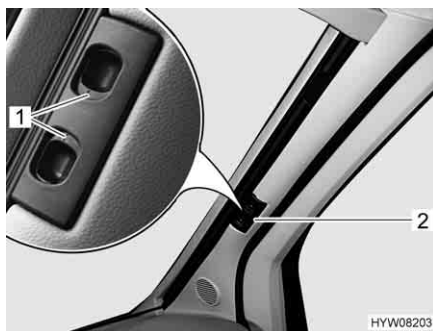
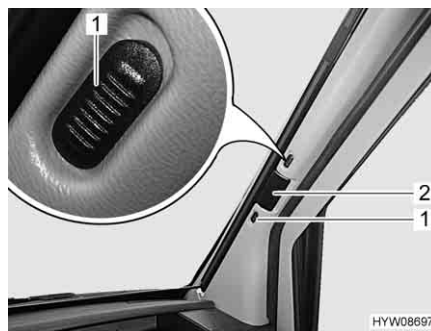

Fig. 20 Tendina oscurante pieghevole (parabrezza, Fiat)
Fig. 21 Tendina oscurante pieghevole (parabrezza, Mercedes-Benz)
- Premere e tenere premute le levette di bloccaggio (Fig. 20,1) o spostare verso l'alto o il basso i bottoni di bloccaggio (Fig. 21,1) (punto rosso = aperto).
- Tirare la tendina oscurante pieghevole del parabrezza per la maniglia (Fig. 20,2 o Fig. 21,2) verso il centro della finestra.
- A seconda del tipo di tendina oscurante, premere e tenere premute le levette di bloccaggio (Fig. 21,1).
- Tirare verso l'esterno le due metà della tendina oscurante pieghevole del parabrezza per la maniglia (Fig. 20,2 o Fig. 21,2) fino all'arresto.
- Rilasciare le levette di bloccaggio (Fig. 20,1) e farle innestare, oppure spostare verso l'alto o il basso i bottoni di bloccaggio (Fig. 21,1) (nessun punto rosso = bloccato).